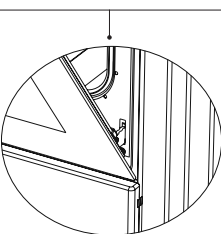

Рис. 3
3. Прикройте дверцу так, чтобы она упиралась в блокировочный рычаг (Рис.3).